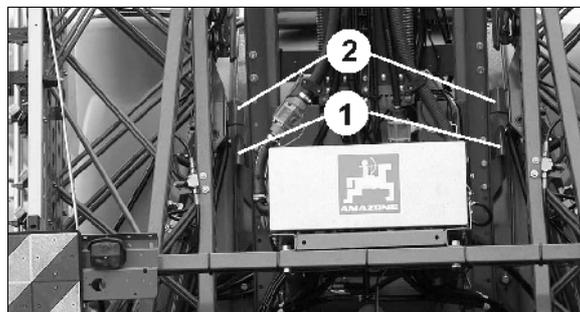

Bild 51
2. Lyft upp den ihopfällda sprutrampen med höjdställningen, tills fånghakarna (Bild 51 /1) går fria från fånghakarna (Bild 51 /2).
Bild 51 visar rampen med frigjord transportlåsning.